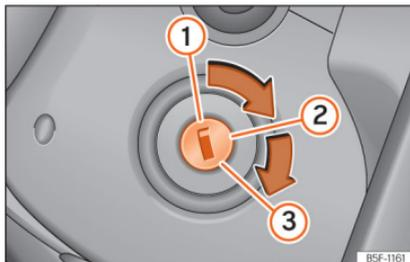

Abb. 233 Positionen des Zündschlüssels
Positionen des Schlüssels »» Abb. 233
- Drehen Sie den Zündschlüssel in Stellung »» **Abb. 233** . Dieselfahrzeuge werden vorgeglüht .
- Drehen Sie den Zündschlüssel weiter in die Stellung »» **Abb. 233**  ohne Gas zu geben.
- *Fahrzeuge mit Zündschloss:* Drehen Sie den Zündschlüssel in Stellung » » **Abb. 233** ⓘ.